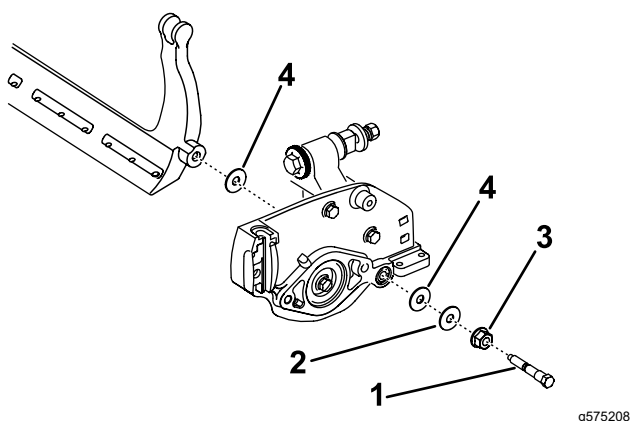

Figura 19
Asigurați-vă că la capătul barei de cadru există 2 șaibe din nailon și 1 șaibă din oțel (Figura 19).
3. Amplaşaţi o şaibă din nailon pe fiecare parte a butucului plăcii laterale. Amplaşaţi o şaibă din oţel în afara fiecărei şaibe din nailon (Figura 19).